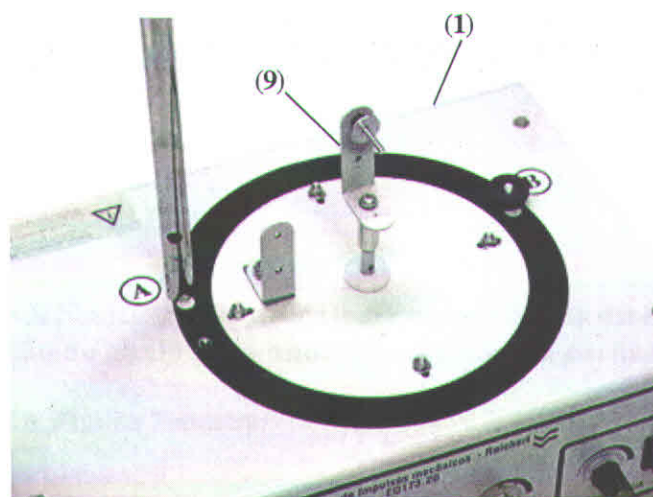

Figura 3
A Figura 3 mostra o sistema de acoplamento vertical (9) conectado ao gerador de abalos (1).